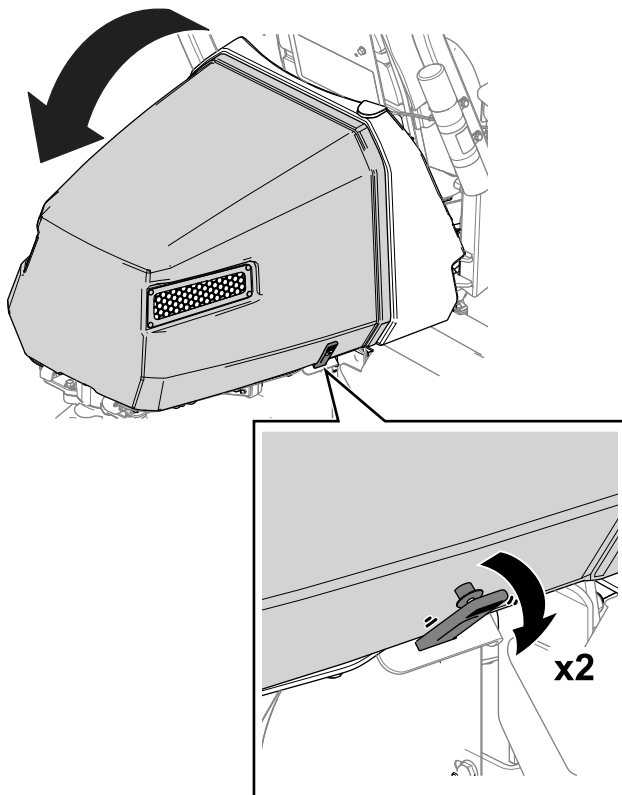

図 38
1. フードの両側でストラップを外す 図 38。
2. フードを上げる 図 38。